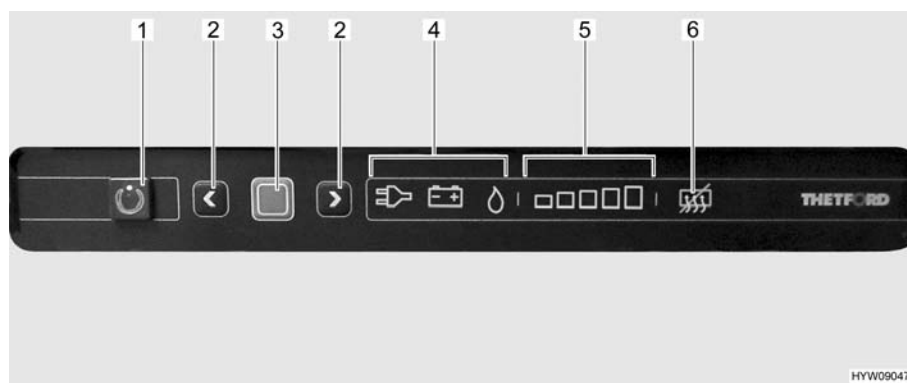

Fig. 144 Elementi di comando (frigorifero Thetford)
La modalità di funzionamento attuale è indicata da un simbolo luminoso (Fig. 144,4) sulla centralina di controllo.
Dopo l'accensione il frigorifero seleziona automaticamente la regolazione del termostato selezionata per ultimo. Questa impostazione può essere modificata manualmente con i tasti freccia (Fig. 144,2). Le barre luminose dell'indicatore del livello di refrigerazione (Fig. 144,5) visualizzano la temperatura selezionata sul termostato. Con i tasti freccia viene regolata la temperatura di refrigerazione per tutti i tre tipi di energia. Ci vogliono alcune ore prima che il frigorifero raggiunga la temperatura normale di esercizio. Cambiando la modalità di funzionamento la regolazione del termostato non viene modificata. La temperatura di refrigerazione è indipendente dal tipo di energia utilizzata.
- Premere il tasto On/Off (Fig. 144,1) per 1 secondo. Il tasto (Fig. 144,1) si illumina di verde. Dopo circa 10 secondi, l'indicatore viene attenuato per risparmiare energia.
- Premere il tasto di conferma (Fig. 144,3). L'impostazione attuale della modalità di funzionamento viene visualizzata.
- Se non è impostata la modalità di funzionamento a gas: Per modificare l'impostazione, premere il tasto di conferma (Fig. 144,3) per circa 2 secondi.
- Selezionare la modalità di funzionamento a gas con i tasti freccia (Fig. 144,2). L'alimentazione del gas è ora aperta. L'accensione avviene automaticamente. È udibile un ticchettio fino a quando procedura di accensione non è stata portata a termine.
- Premere il tasto di conferma (Fig. 144,3) per circa 2 secondi.
- Premere nuovamente il tasto di conferma (Fig. 144,3). Il livello di refrigerazione attuale viene indicato dalle barre luminose (Fig. 144,5).
- Per modificare l'impostazione, premere i tasti freccia (Fig. 144,2) fino a visualizzare l'impostazione desiderata.
- Premere il tasto On/Off (Fig. 144,1) per circa 2 secondi. Tutte le spie si spengono. Il frigorifero è spento.
- Se non è impostata la modalità di funzionamento 230 V: Per modificare l'impostazione, premere il tasto di conferma (Fig. 144,3) per circa 2 secondi.
- Selezionare la modalità di funzionamento 230 V con i tasti freccia (Fig. 144,2).
- Se non è impostata la modalità di funzionamento 12 V: Per modificare l'impostazione, premere il tasto di conferma (Fig. 144,3) per circa 2 secondi.
- Selezionare la modalità di funzionamento 12 V con i tasti freccia (Fig. 144,2).
Spegnimento: ■ Premere contemporaneamente entrambi i tasti freccia (Fig. 144,2) e tenerli premuti per 2 secondi. Il simbolo di disattivazione della funzione anti-condensa (Fig. 144,6) si illumina.
Accensione: ■ Premere di nuovo contemporaneamente entrambi i tasti freccia (Fig. 144,2) e tenerli premuti per 2 secondi. Il simbolo di disattivazione della funzione anti-condensa (Fig. 144,6) si spegne.